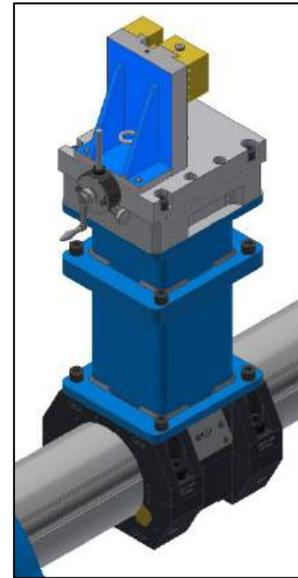
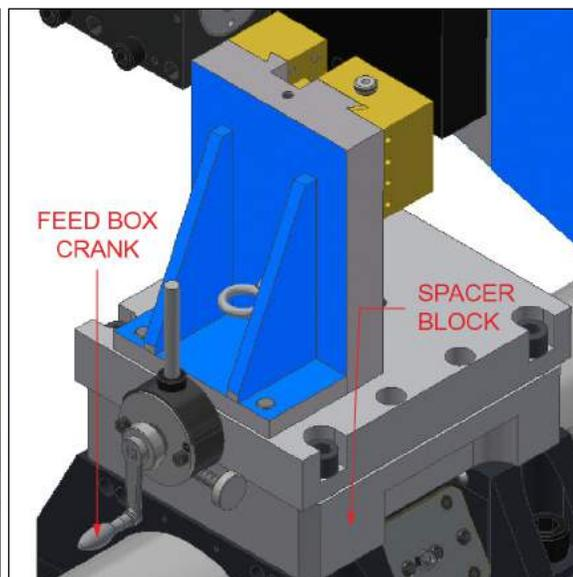

Рис. 23. Подрезная головка, установленная с прокладками на инструментальную оправку
Рис. 27. Подрезная головка с прокладками и установленной рукояткой блока подачи
- б) Если установлена хотя бы одна прокладка (см. рис. 23), рукояткой блока подачи выполните ручную регулировку и включите автоматическую подачу. Рукоятка блока подачи представляет собой комбинированный инструмент, который остается на подрезной головке во время работы (см. рис. 27 на стр. 36).